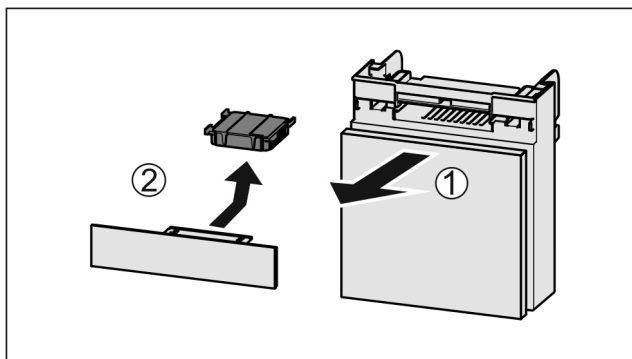

Fig. 174
- ▶ Húzza ki Fig. 174 (1) előre felé a rekeszt.
- ▶ Vegye ki az aktív szén-szűrőt Fig. 174 (2).